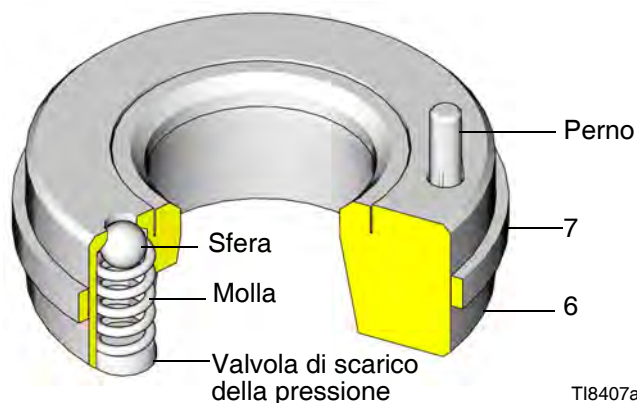

FIG. 2. Sede di ingresso con valvola di scarico della pressione
2. Fare riferimento al **testo inciso sul corpo del fluido in ingresso (15)** per installare la sede di ingresso della valvola di scarico (6★). Il perno (vedere FIG. 2) nella sede deve essere rivolto verso il corpo del fluido in ingresso (15). Questo perno limita il posizionamento della sede (6★), assicurando che il foro di sfiato non sia bloccato da una parte del corpo.
3. Installare la sede di ingresso (33★) senza valvola di scarico sul lato destro del corpo del fluido in ingresso (15).